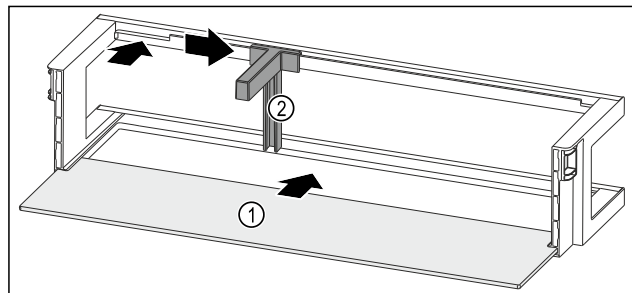

Fig. 190 Дверная полка со съемной полкой
- ▶ Вдвиньте съемную полку Fig. 190 (1) в боковые пазы.
- ▶ Установите держатель для бутылок Fig. 190 (2) в выемку.
- ▶ Сместите держатель для бутылок Fig. 190 (2) в нужное положение в сторону.